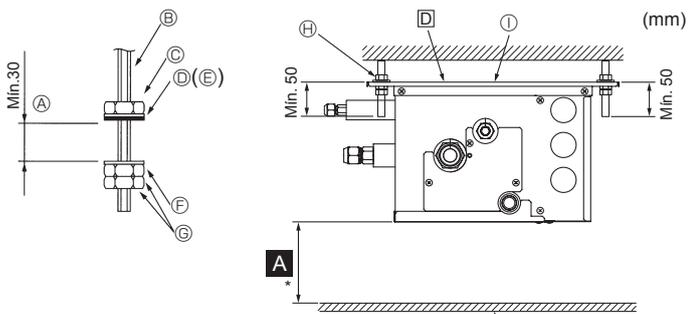

Fig. 6-1
- Fije las arandelas y tuercas (①, ②, adquiridas localmente) a los pernos de suspensión. (Fig. 6-1)
- Ⓓ Arandela (con cojinete) ①
- Ⓕ Arandela (sin cojinete) ②